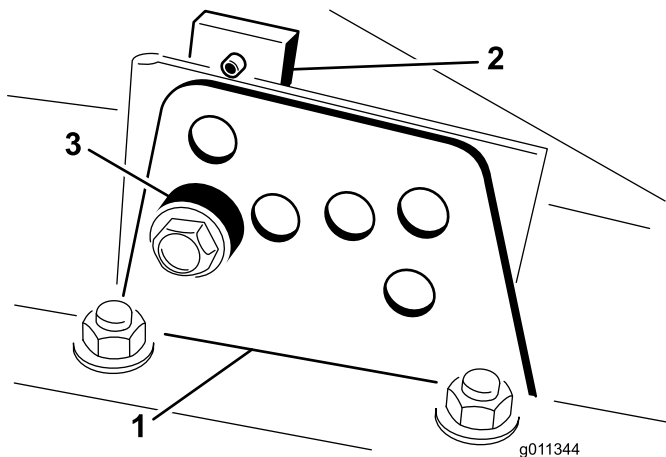

Figura 18
2. Desaperte o parafuso que prende o suporte da altura de corte à placa da altura de corte (frente e de cada lado) (Figura 18).